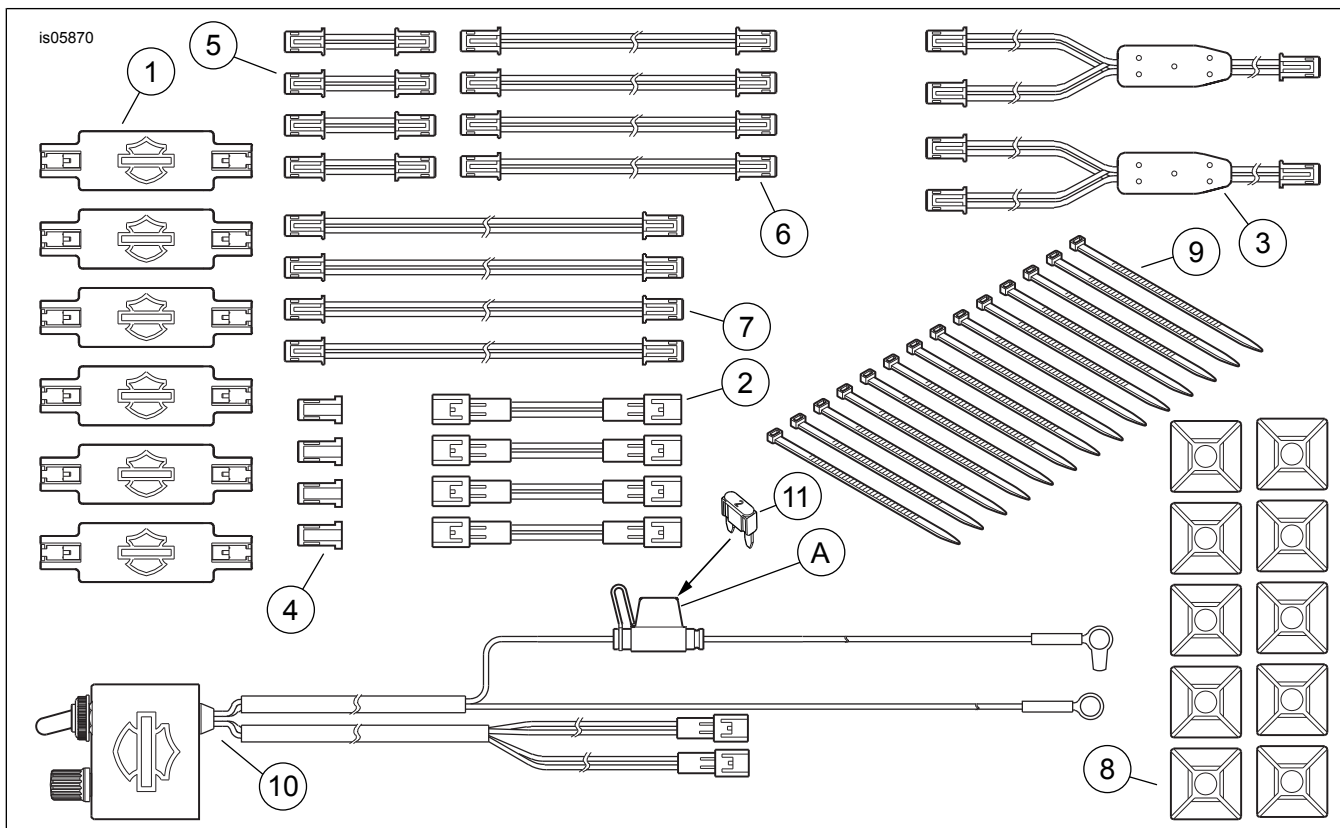
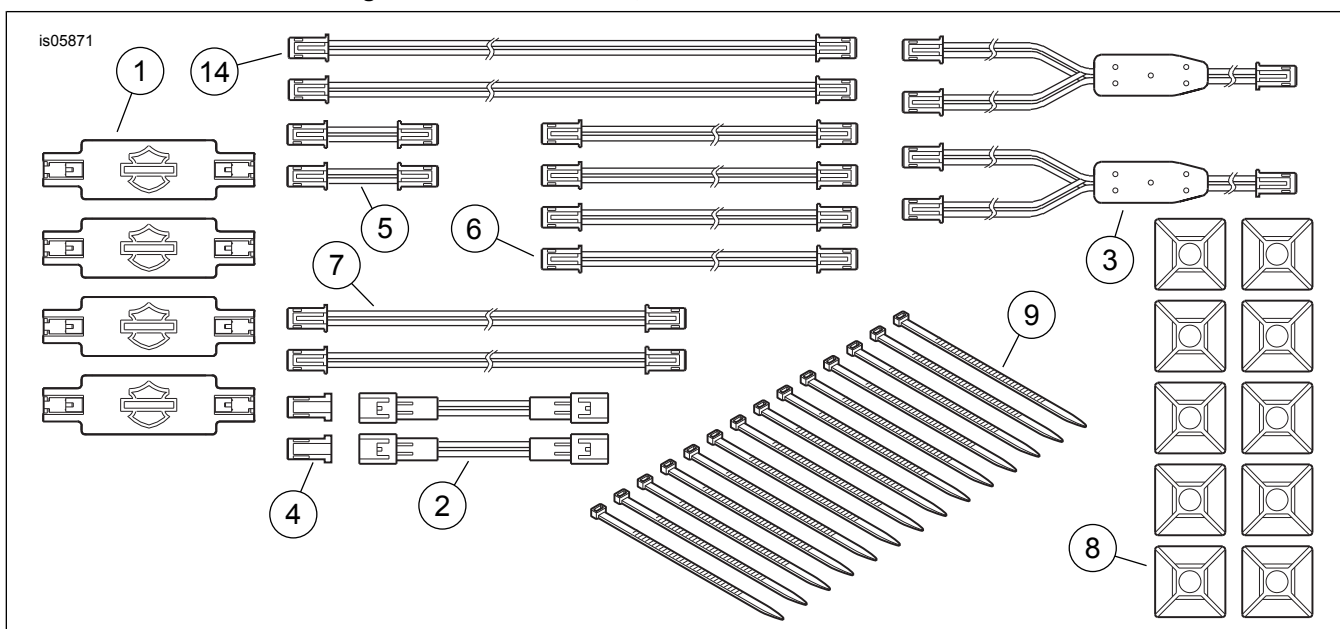

Figura 2. Parti di ricambio, kit modulo luminoso Electra-Glo
Figura 3. Parti di ricambio, kit di espansione modulo luminoso Electra-Glo
Vedere Figura 2, Figura 3 e Tabella 3.
1. vedere Figura 2. Collocare la scatola del regolatore (10) su una superficie che permetta ai cavi rosso (+) e nero (-) di raggiungere i terminali della batteria e al guidatore di accedere ai controlli (con il veicolo parcheggiato) e, se necessario, al portafusibili in linea (A).